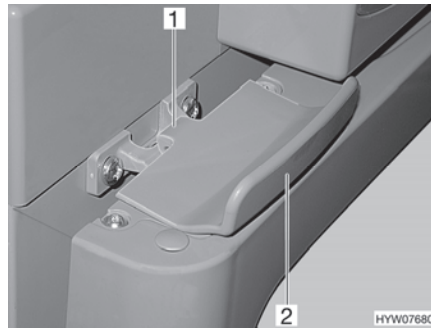

Bild 134 Verriegelung der Kühlschrantür, geschlossen (Thetford)
- Kühlschrantür am Griff (Bild 134,2) öffnen. Die Verriegelung (Bild 134,1) wird automatisch gelöst.